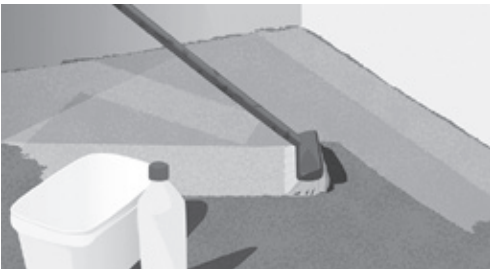

Fig. 3. Rengjør og påfør primer på gulvet
7. Forbered gulvet med egnet primer (fig. 3).